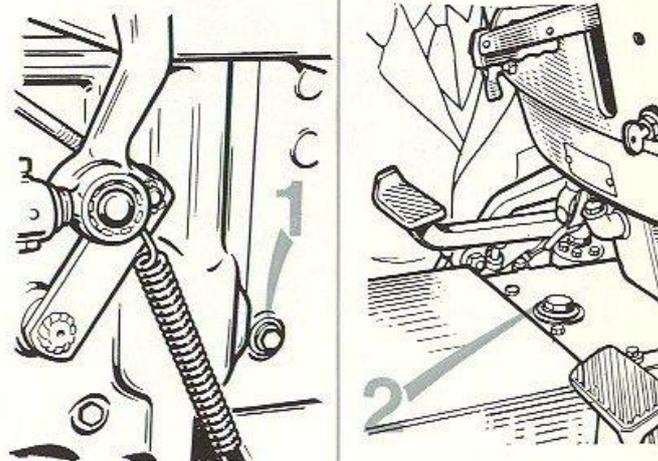

FIG. 48
Vidanger la boîte de vitesses par le bouchon (3) en ouvrant le bouchon de niveau (1) fig. 48 pour favoriser l'écoulement.
Faire le plein de la boîte de vitesses par le bouchon (2) fig. 48 à l'aide de 17 litres d'huile